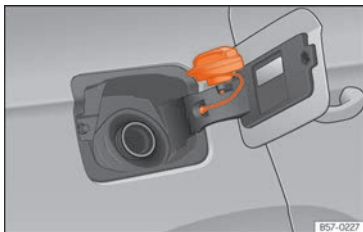

Abb. 184 Tankklappe mit aufgestecktem Tankverschluss.
- Platzieren Sie den Verschluss in der Aussparung, die sich im Scharnier der geöffneten Tankklappe befindet » (Abb. 184).